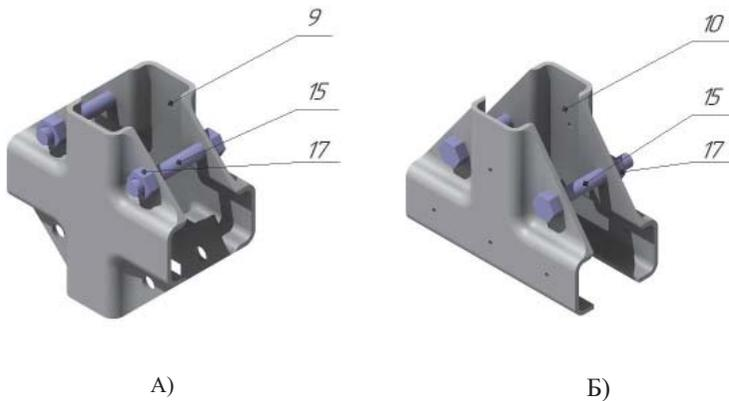

Рисунок 2
2. Предварительно собираем Крепление-спайдер «Х-образный» **поз. 9** на 2 болта М6х45 **поз. 15** и гайку М6 **поз.17**, см Рис.2а. **КРЕПЛЕНИЯ НЕ ЗАТЯГИВАТЬ.**
3. Предварительно собираем Крепление-спайдер «Т-образный» **поз. 10** на 2 болта М6х45 **поз. 15** и гайку М6 **поз.17**, см Рис.2б. **КРЕПЛЕНИЯ НЕ ЗАТЯГИВАТЬ.**